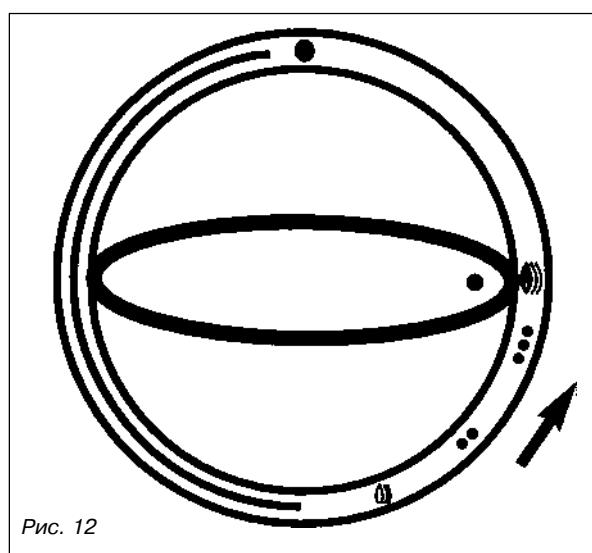

Рис. 12
- Данный аппарат с автоматическим регулированием мощности оснащен устройством, позволяющим пользователю ограничивать максимальную мощность. Для задания границы максимальной мощности надо повернуть ручку в секторе между метками “0” и “1” (рис. 12).